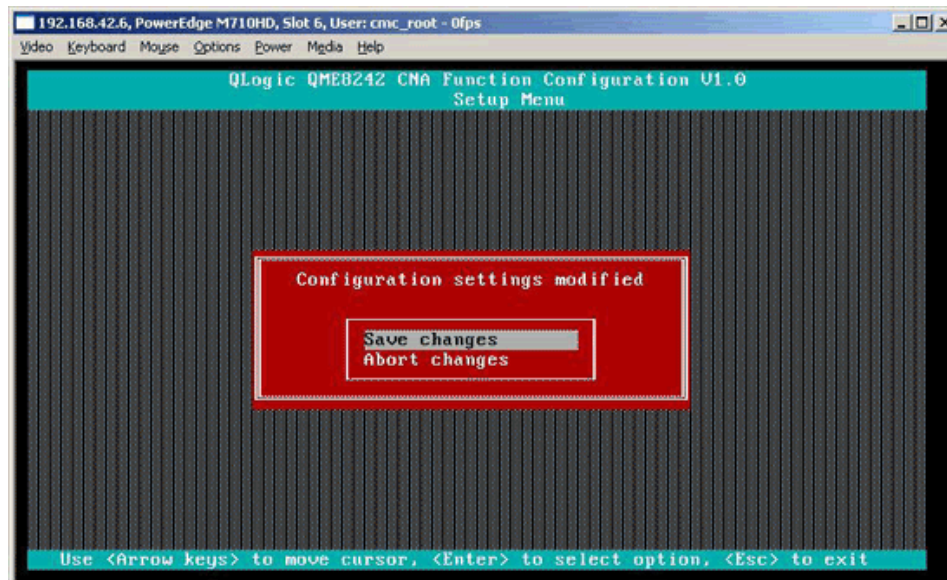

Abbildung 4-14. Speichern der Konfigurationsänderungen
5. Speichern Sie Ihre Änderungen (siehe Abbildung 4-14).